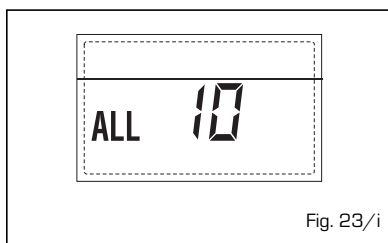

Fig. 23/i
- **INTERVENTO SONDA FUMI "ALL 13"** (fig. 23/l)